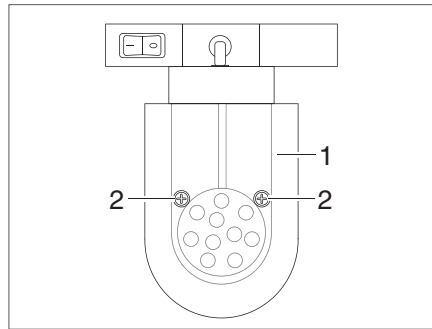

Bild 156 LED-Spotleuchte (verschiebbar)
- Befestigungsschrauben (Bild 156,2) lösen.
- Lampenglas (Bild 156,1) vorsichtig abnehmen.